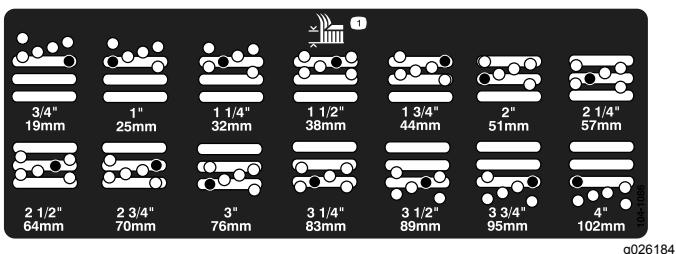

Bild 19
5. Stellen Sie die Kammer auf die gewünschte Schnitthöhe ein und setzen Sie das Distanzstück im gewünschten Schnitthöhenloch und -schlitz ein (**Bild 19**).